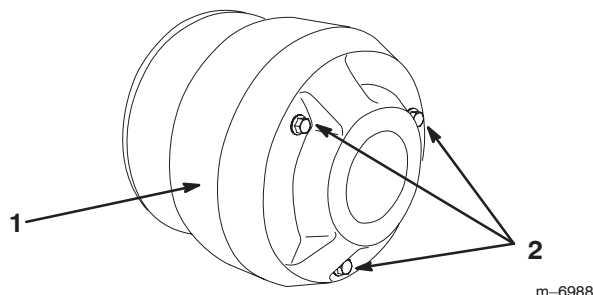

Figure 56
4. Retirez les trois boulons qui fixent le couvercle à l'embrayage et déposez le couvercle (Fig. 56).